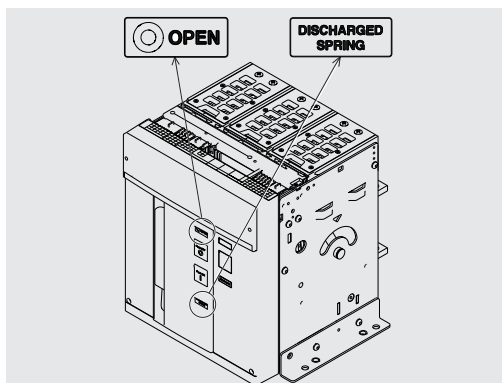

Рис. 22
1. Убедиться, что автоматический выключатель разомкнут (соответствующий индикатор находится в положении «O - OPEN»), и что пружины включения находятся в разряженном состоянии (индикатор состояния пружин имеет вид «белый - DISCHARGED SPRING»), как показано на Рис. 22.